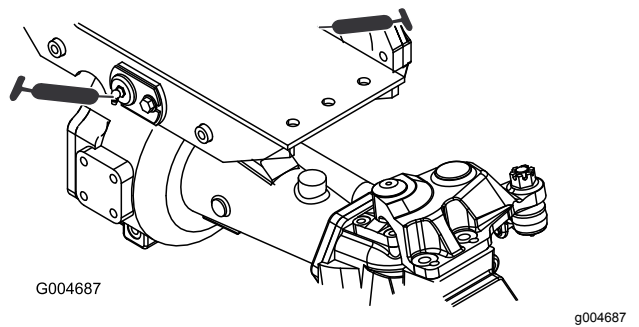

Figura 61
- Boccole orientabili (2) dei ponti anteriore e posteriore (Figura 61)